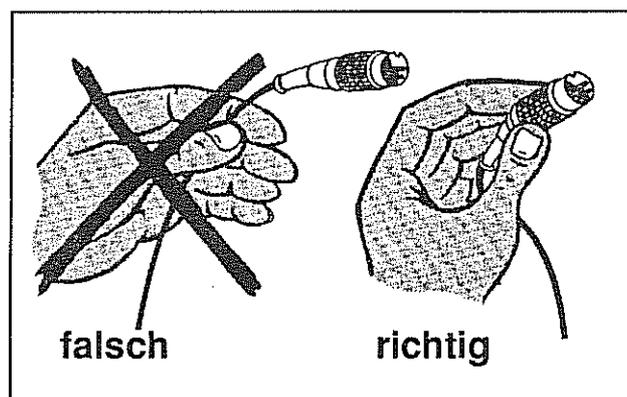

Bild 1
- * Lösen Sie die Leitung vom Gerät bevor Sie mit dem Reinigen und Desinfizieren beginnen. Ziehen Sie zum Lösen der Leitung grundsätzlich am Stecker und nicht an der Leitung (Bild 1).